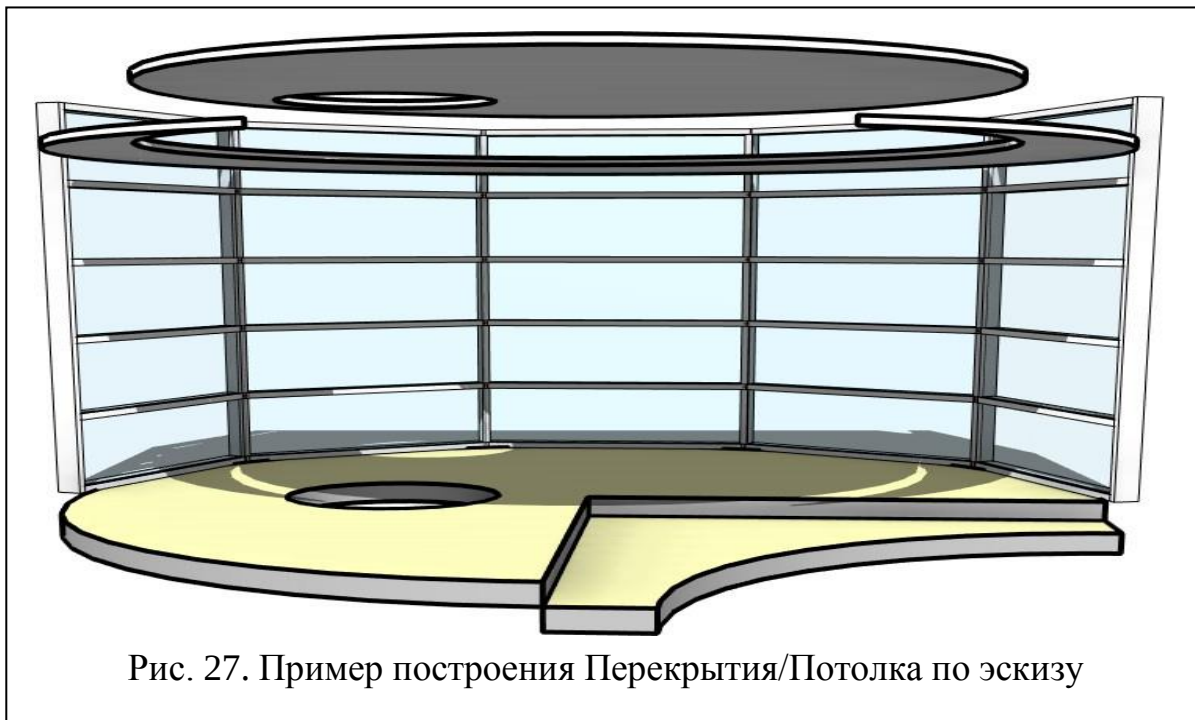

Рис. 27. Пример построения Перекрытия/Потолка по эскизу
- Команда «Потолок» (вкладка «Архитектура» → панель «Формирование»). Потолок отображается на видах «планов потолка» и в «3D» (рис. 27). При построении толщина потолка откладывается